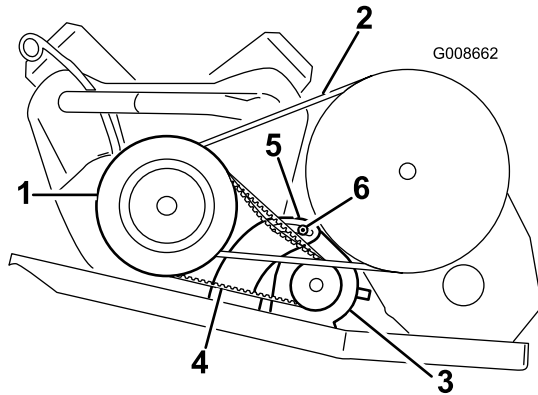

Figura 46
2. Afloje la tuerca del pivote del generador de arranque (Figura 46).
4. Incline el motor de arranque en la ranura hasta que la correa se desvíe 6 mm aplicando una fuerza de 44 N (Figura 46).
5. Apriete la tuerca del generador de arranque y retire la palanca (Figura 46). Apriete la tuerca a 88-115 Nm.